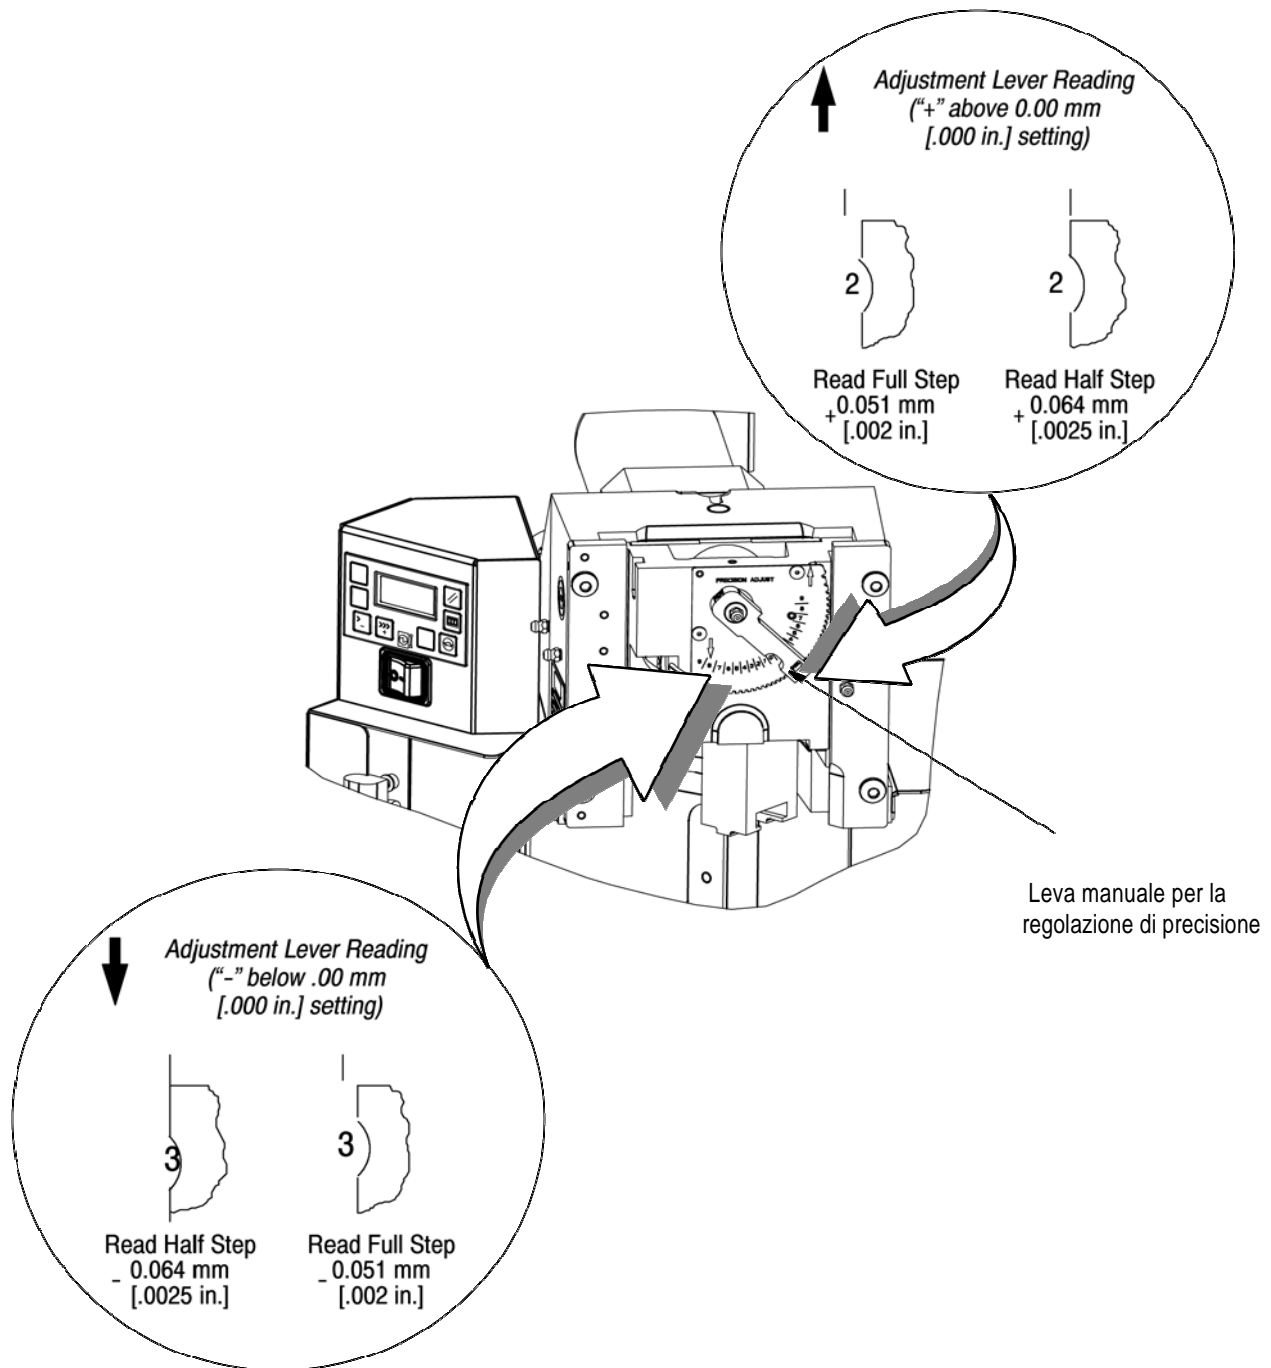

Figura 12
4. Regolare l'altezza di aggraffatura spostando la leva di regolazione di precisione (Figura 12):